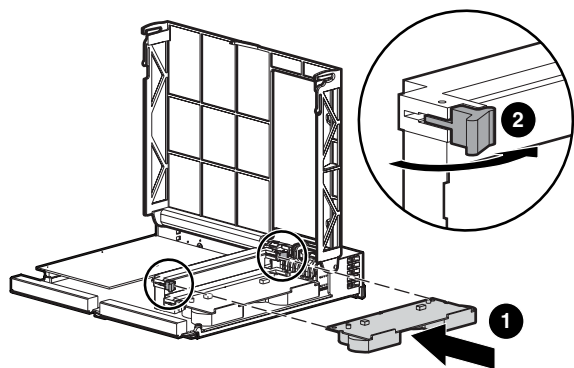

Figura 9: Installazione del modulo
- Inserire il modulo nel controller ❶. Assicurarsi che le levette laterali siano completamente agganciate ❷. Vedere la Figura 9.